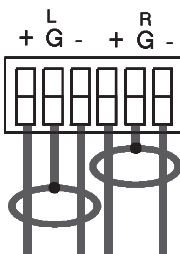

Рис. 7. Подключение источников и приемников балансного стереофонического аудиосигнала
- источников и приемников балансного аудиосигнала (рис. 7)
На рис. 7 показано подключение источников и приемников балансного сигнала: